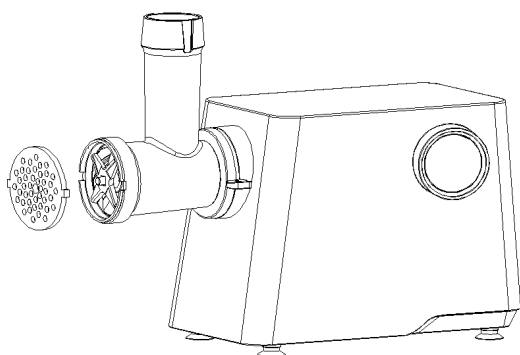

Rys. 3
- Włóż śrubę do głowicy maszyny, dłuższym końcem do przodu. Jednocześnie dostosuj jej położenie, aby pasowała do wału wewnątrz maszyny. (rys. 3)